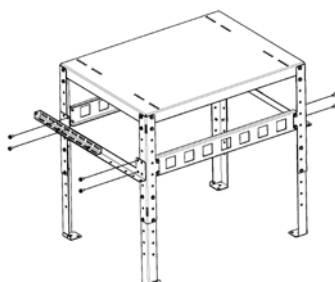

Fig. 41 - Assembler les renforts + les rallonges à la structure
- Fixer également les renforts + les rallonges qui ont été assemblés précédemment (voir **Fig. 41**).